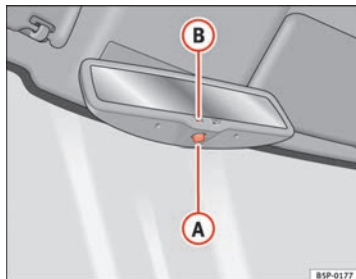

Fig. 90 Specchio retrovisore interno fotocromatico
- Premere il tasto (A) ⇒ fig. 90. La spia (B) si spegne.
- Premere il tasto (A) ⇒ fig. 90. La spia si accende.